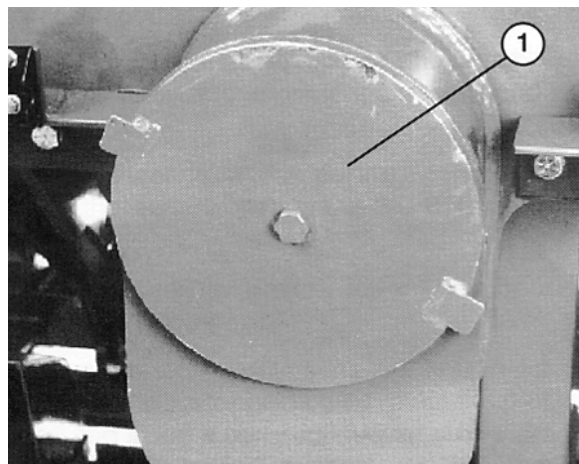

Fig. 3
1. Fjern dækslet fra pick-off gearkassen (fig. 3)